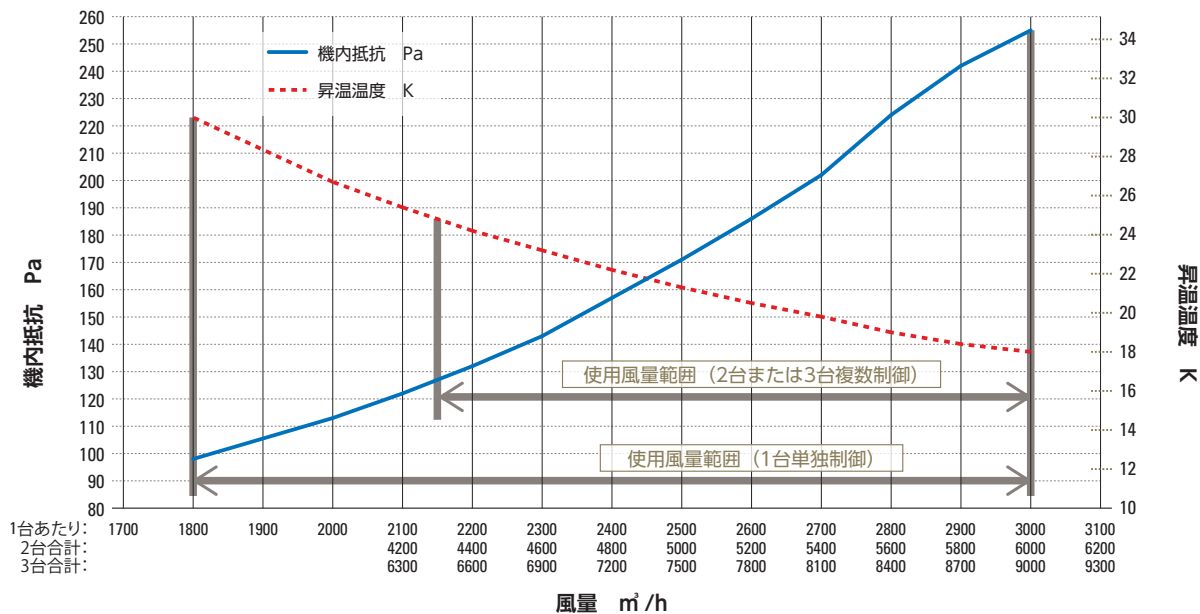

図1 使用風量と機内抵抗および昇温温度の特性
P.4の図1：使用風量と機内抵抗および昇温温度の特性を考慮して対流用ファンを選定してください。
- ・ 本機には給気ファンが装備されていません。図1：使用風量と機内抵抗および昇温温度の特性を考慮して選定してください。また、給気ファン操作盤を必ず用意してください。給気ファン操作盤は別売品（GVCP040~GVCP370）をご購入いただくか、仕様が合わない場合は現地にて専用操作盤を手配してください。